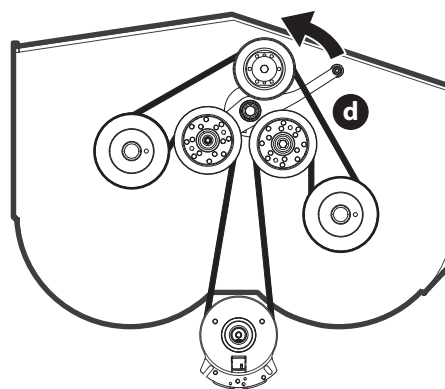

Fig. 40
- Tournez l'ensemble du tendeur du plateau dans le sens antihoraire (Fig. 40).
- Installez la courroie comme le montre (Fig. 40). Réinstallez ensuite le plateau de coupe et la courroie de prise de force en suivant les instructions à la page 92.